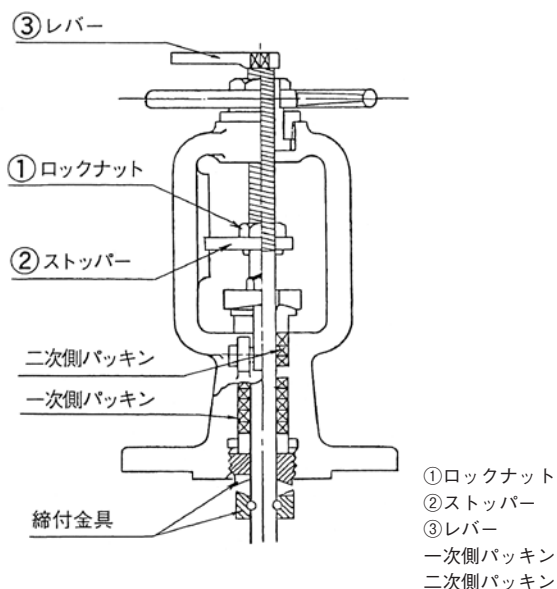
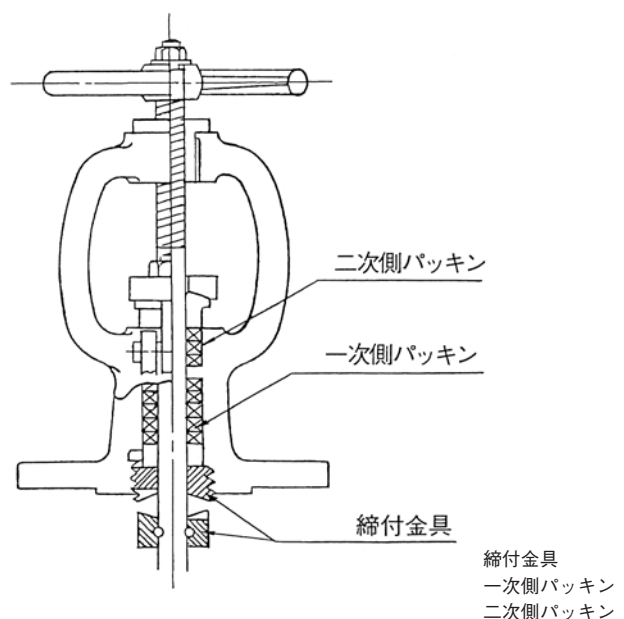

Fig4.ゲートバルブ
Fig5.グローブバルブ
「Twin Packバルブ」は、下記のような場合に一次側パッキンの締付けを行ってください。(Fig4参照)
1) ゲートバルブ (Fig4)
- c. ロックナット①をゆるめてストッパー②をキーから外して、フリーにする
- d. ステム頂部レバー③を時計方向 (右回転) に約1/2~1回転させる。これで一次側パッキンの締付けは終わりです
- e. 最後に、ロックナット①を締付けて、ストッパー②を固定し、最初の状態に戻してください (必ず忘れずに！)
2) グローブバルブ、および鍛造バルブ (1 1/2"以下) (Fig5)
- 4) ゲートバルブの締付け (Fig4) においては、一次側パッキンの締付け完了後、レバー③を左回転 (パッキン締付けは右回転) させないでください。左回転させると、クラッチのねじが戻り、パッキンの締付けがゆるんでしまいます。パッキン締付け完了後、レバー③はそのままにしてロックナット①をロックしてください。
- 5) グローブバルブおよび鍛造バルブの締付け (Fig5) において、このバルブを全開させる時は、ハンドル廻し (ウィルキー) を使用しないでください。ハンドル廻しを使用すると、全開時点の感覚がわからず一次側パッキンの締めすぎになります。